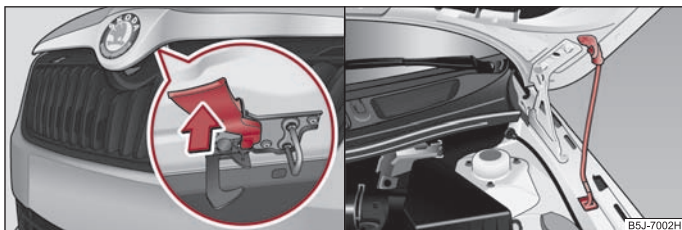

Fig. 13 Grilajul radiatorului: Maneta de siguranță / Asigurarea capotei motorului cu tija de susținere
- Trageți mânerul de siguranță ⇒ fig. 13 și capota motorului se deblochează.
- Ridicați tija din suport din suport și introduceți-o în orificiul prevăzut pentru aceasta ⇒ fig. 13 în partea dreaptă.